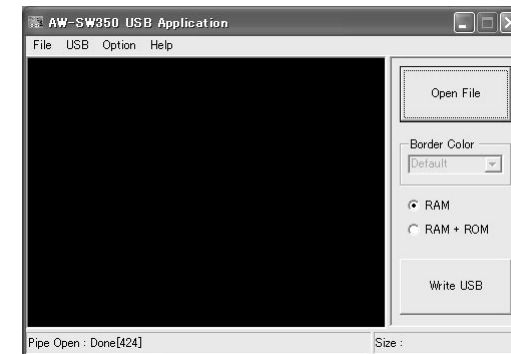

Abb.9 Anwendungsprogramm-Hauptfenster
- 2** Das in Abb.9 gezeigte Hauptfenster erscheint, wenn das mit dem USB-Bildübertragungsprogramm für das AW-SW350 verwendete Anwendungsprogramm gestartet wird.